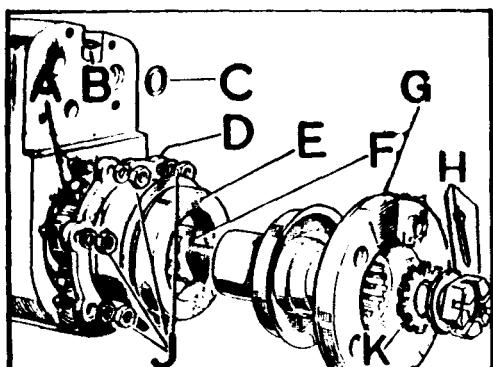

Fig. C-55 Empaqueadura de aceite y - brida del eje de salida delantero
- 1.1.3. Desmontar los elementos de fijación, H (Fig. C-55) de la brida del eje de salida delantero y extraer ésta.
- 3.4.1. Montar el cojinete, A (Fig. C-55) del eje delantero, botándolo desde el exterior hacia el interior hasta que haga tope en su alojamiento. Si el retén de aceite, E, para el eje, F, con el borde con pestaña hacia la parte interior, dentro del alojamiento, D, extendiendo una capa de compuesto sellador Hermetical 600 en su parte exterior.